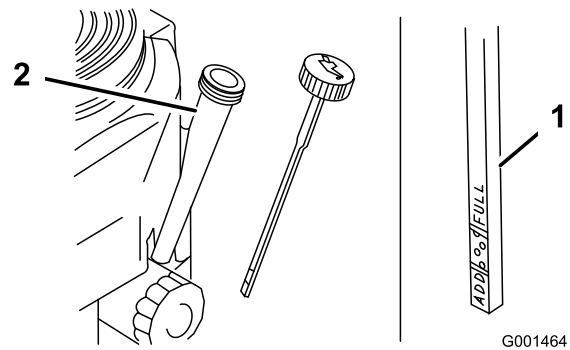

Bild 23
5. Schrauben Sie den Ölpeilstab heraus und wischen Sie das Metallende ab (Bild 23).
6. Schieben Sie den Ölpeilstab vollständig in den Einfüllstutzen (nicht in den Einfüllstutzen einschrauben) (Bild 23).
4. Reinigen Sie den Bereich um den Ölpeilstab (Bild 23), damit kein Schmutz in den Einfüllstutzen gelangen und den Motor beschädigen kann.
8. Gießen Sie ca. 80 % der angegebenen Ölmenge langsam in den Einfüllstutzen (Bild 23).